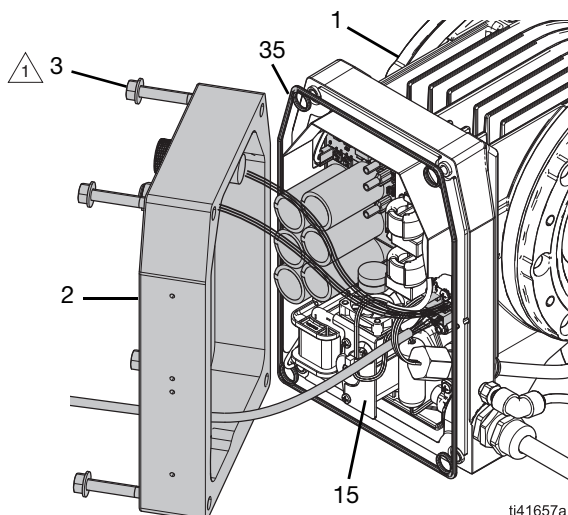

Fig. 2 : Couvercle de commande
3. Retirer prudemment le couvercle de commande (2) :
- a. faire basculer avec précaution le couvercle de commande (2) pour l'éloigner de la carte de commande (15). Voir la FIG. 2.
- b. Débrancher tous les fils du couvercle de commande (2) à la carte de commande (15). Voir **Schémas électriques**, page 44.
3. Installer le couvercle de commande (2) :
- a. Maintenir soigneusement le couvercle de commande (2) en place à un angle près de la carte de commande (15). Voir la FIG. 2.
- c. Connecter les fils du couvercle de commande (2) à la carte de commande (15). Voir **Schémas électriques**, page 44.